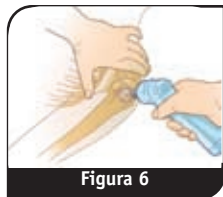

Figura 6
9. **Inserire il set ago nel sito presso la testa dell'omero.** (Figura 6)